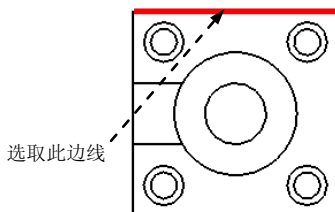
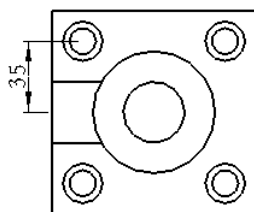

图 5.2.29 选取边线
图 5.2.30 标注法向尺寸
- 在 **▼ DIM ORIENT (尺寸方向)** 菜单中选择 **Normal (法向)** 命令, 再选取图 5.2.29 所示的边线, 此时在视图中显示尺寸, 如图 5.2.30 所示 (可见以上两种方法所创建的尺寸标注是一样的, 即可以通过不同的方法来创建所需要的尺寸)。